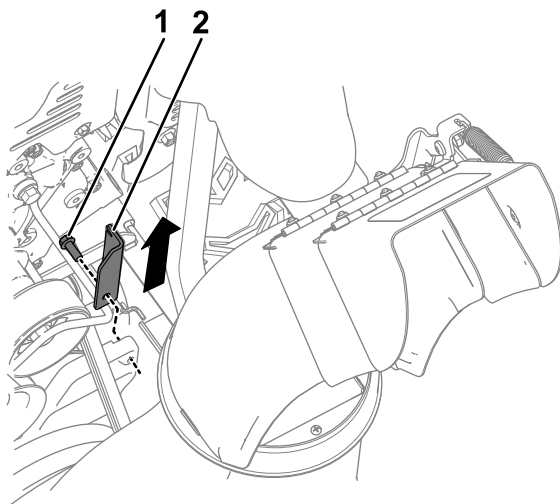

**Figur 2**
3. Lossa fjädern från den befintliga hjuldrivningplattan (Figur 2).